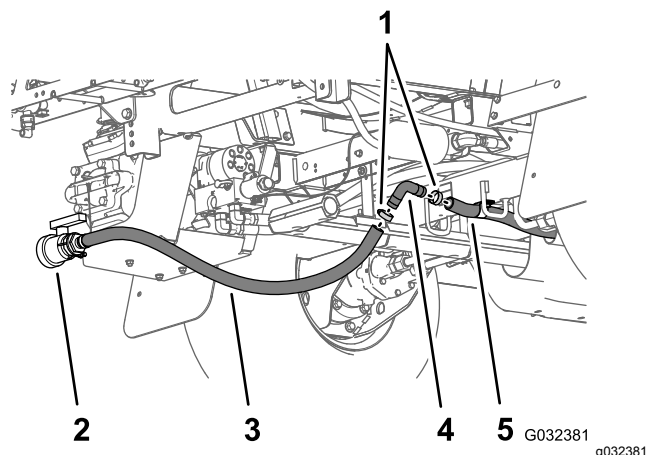
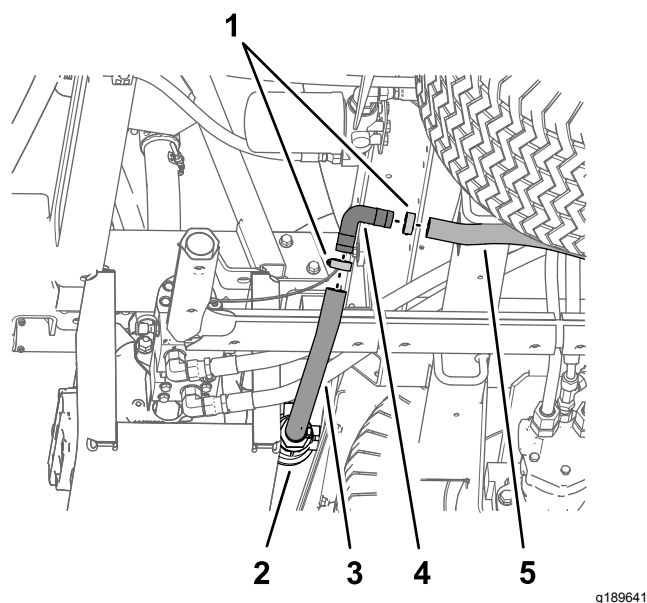

図 46
図 47
8. バーブ付き90°フィッティングステップ 3 で外したものを、ドレンバルブホースとタンク後部ドレンホースに取り付ける 図 46と図 47。
9. バーブ付き90°フィッティングとドレンホース2本を固定するホースクランプステップ 2 で外したものを使用する 図 46 と 図 47。